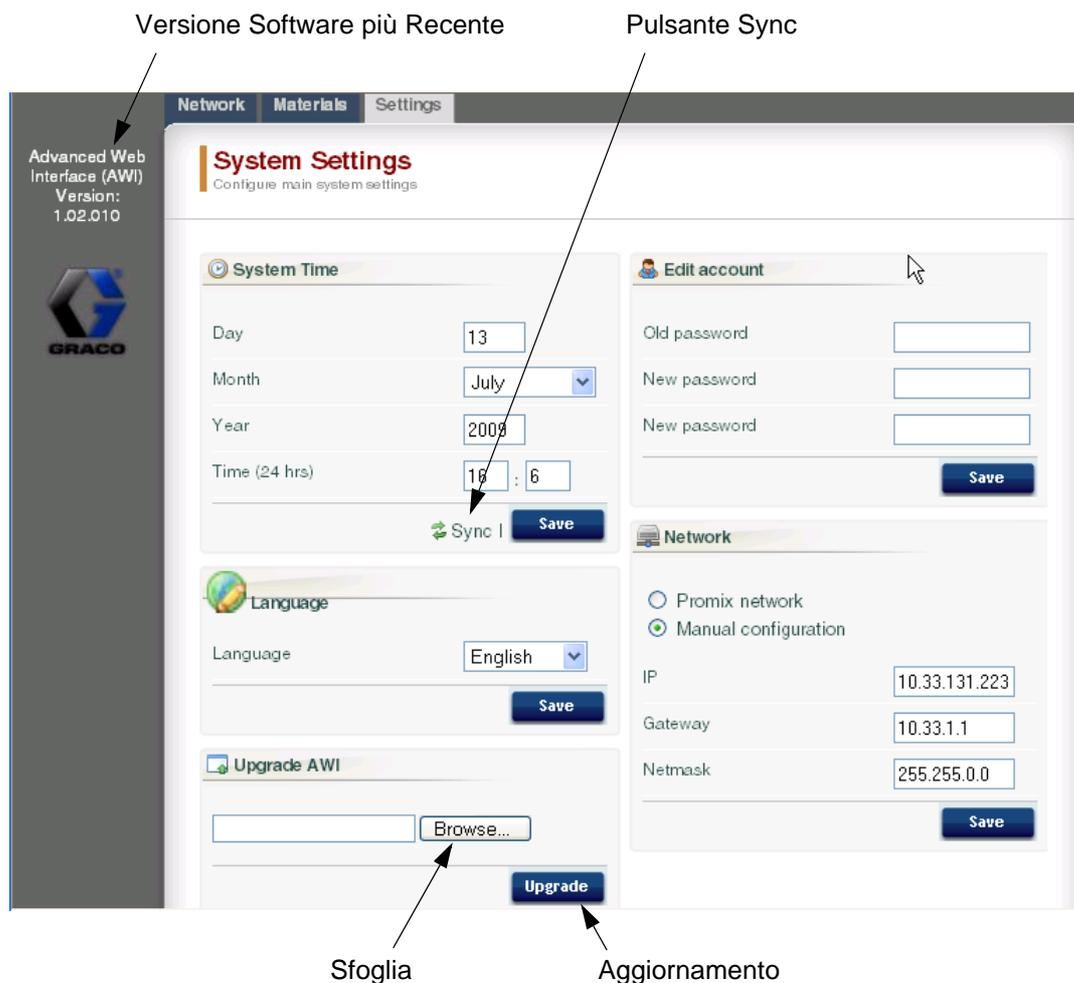

FIGURA 51. Linguetta Impostazioni Sistema (Schermata Utente)
**NOTA:** La FIGURA 51 mostra la schermata Impostazioni quando si accede come utente. La FIGURA 52 mostra la schermata delle Impostazioni quando si accede come amministratore.